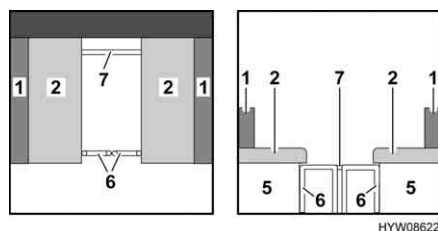

Fig. 37 Durante la trasformazione
- Sistemare i due cuscini del divano (Fig. 37,2).
- Rimuovere le stanghe del letto (Fig. 37,7) dal loro sostegno sul cassone e inserirle nella scanalatura tra i due cassoni.